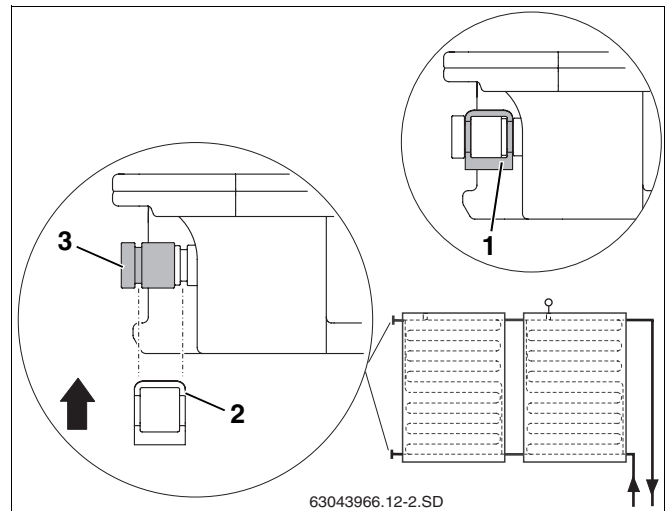

Fig. 42 Fixar a tampa de fecho com grampo
- ▶ Colocar as tampas de fecho com os O-ring (fig. 42, **item 3**) para a ligação do colector.
- ▶ Colocar o grampo (fig. 42, **item 2**) para fixação da ligação sobre a tampa de fecho e a ligação do colector.
- ▶ Fixe cada tampa de fecho com um grampo (fig. 42, **item 1**).